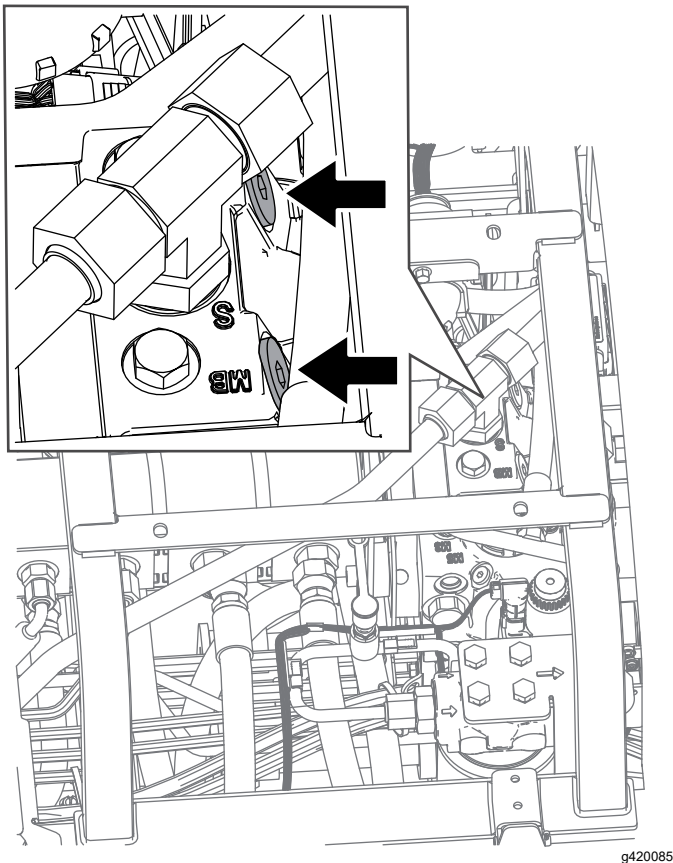

Figure 98
2. Localisez la vanne de dérivation sous le siège et au sommet de l'hydrostat (Figure 98).